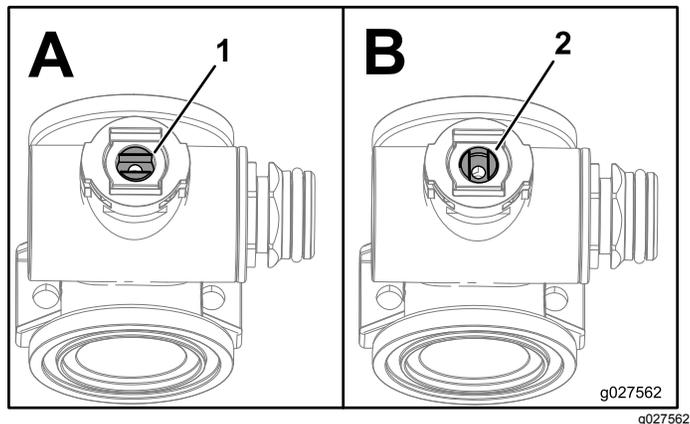

Figura 111
1. Ponga el vástago de la válvula en la posición de cerrado (Figura 111, B).
3. Gire el vástago de la válvula hasta que la bola esté en la posición de ABIERTO (Figura 111, A).
7. Gire el conjunto del vástago de la válvula a la posición de cerrado (**Figura 111**).